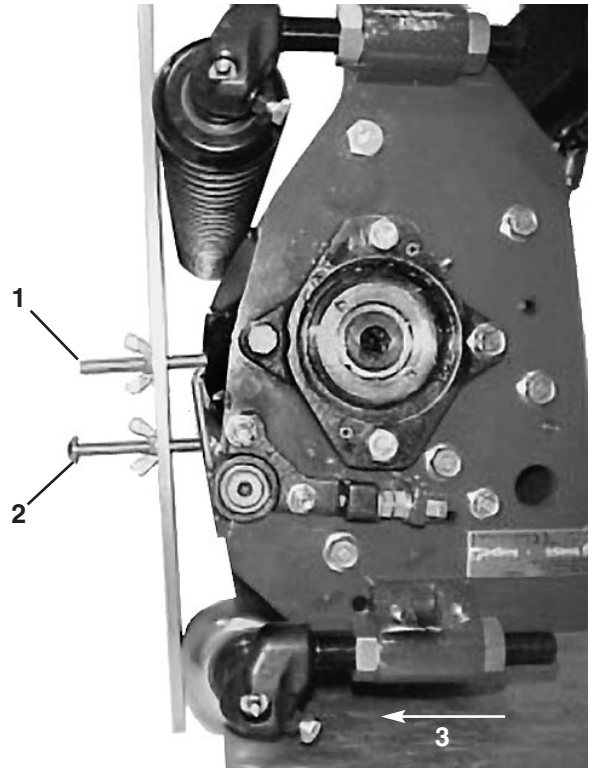

Bild 13
1. Legen Sie die Messlehre über die vorderen und hinteren Walzen des Schneidwerks, siehe Bild 13.
2. Stellen Sie die hintere Walze so ein, dass sie die Messlehre an beiden Seiten berührt (Bild 13).